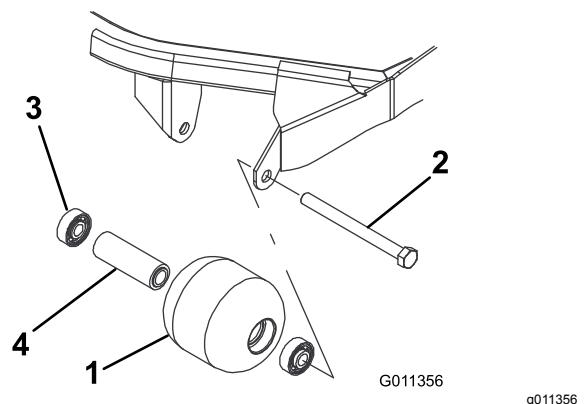

Рисунок 61
1. Снимите болт крепления валика (Рисунок 61).
4. Осмотрите корпус, подшипники и распорную втулку подшипника валика на наличие повреждений (Рисунок 61). Замените все поврежденные компоненты и соберите их.
1. Запрессуйте передний подшипник в корпус валика (Рисунок 61). Прикладывайте усилие только к наружному кольцу или одинаковое усилие к внутреннему и наружному кольцам.
2. Вставьте втулку подшипника (Рисунок 61).
3. Запрессуйте второй подшипник в корпус валика (Рисунок 61), нажимая с одинаковым усилием на внутреннее и наружное кольца до тех пор, пока внутреннее кольцо не войдет в контакт с распорной втулкой подшипника.